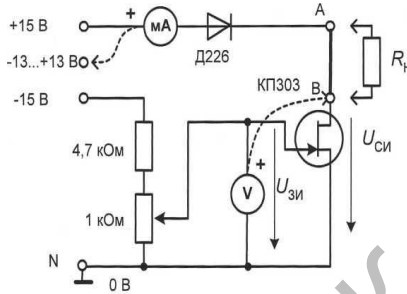

Рисунок 5.28
- Соберите цепь для снятия характеристик транзистора (рис. 5.28). Диод включен в схему для предотвращения подачи отрицательного напряжения на транзистор при снятии выходных характеристик, а между точками А и В включена перемычка, удалив которую, можно включить в цепь стока сопротивление нагрузки.